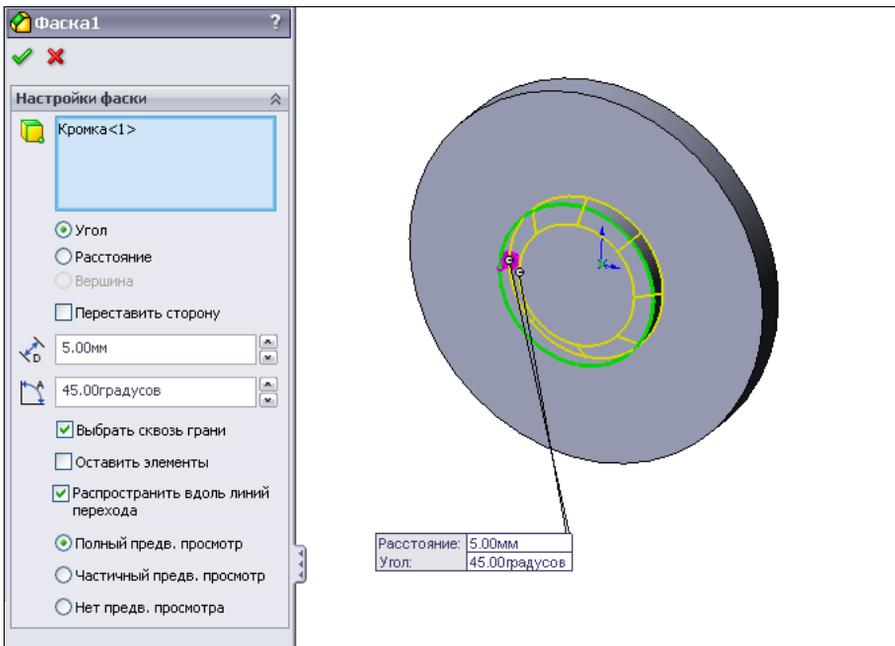

Рис. 2.42
6. На ступеньке основания крышки оформим фаску . В окне **Фаска**, в разделе **Настройки фаски** укажем кромку для фаски, а также ее размер $5 \times 45^\circ$ (рис. 2.42).